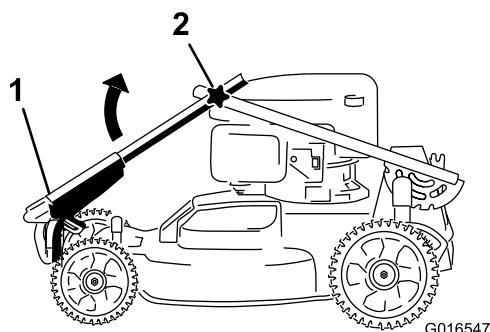
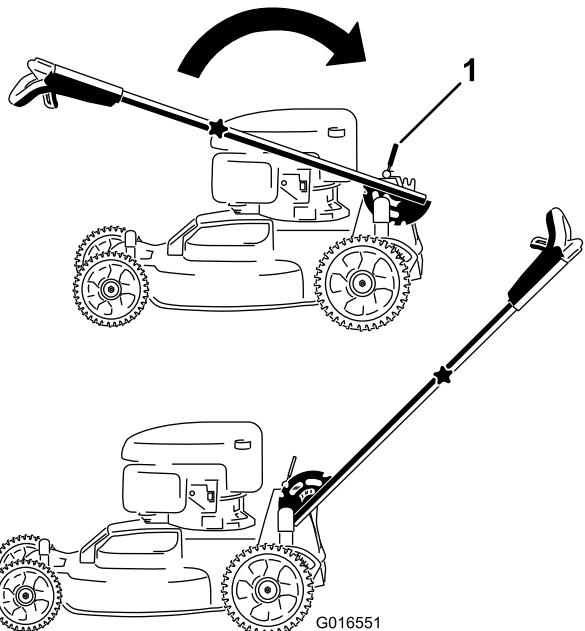

Figura 3
Figura 4
1. Gire el manillar superior hasta que se acople al manillar inferior (Figura 3) y apriete ambos pomos del manillar para bloquear el manillar superior en su lugar (Figura 4).
1. Manillar superior      2. Pomo (2)
2. Suelte la palanca de bloqueo del manillar (Figura 4).
3. Tire del manillar hacia atrás y bloquéelo en esa posición (Figura 4).